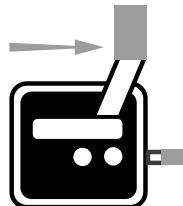

Рис.8
1. Установите рукоятку оборотов в положение «Включено» (ON) (Рис. 8).